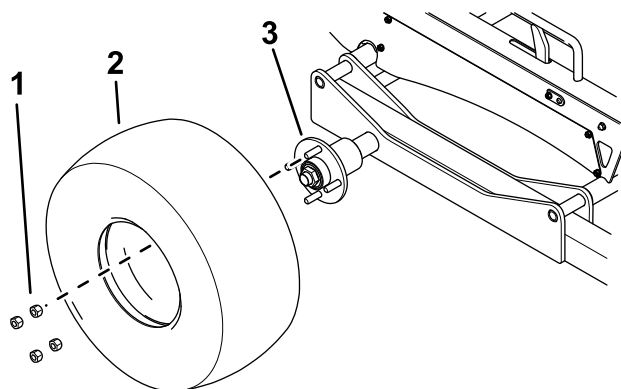

図 21
1. 各アクスルハブにホイールアセンブリラグナット 4 個を使用する図 21。